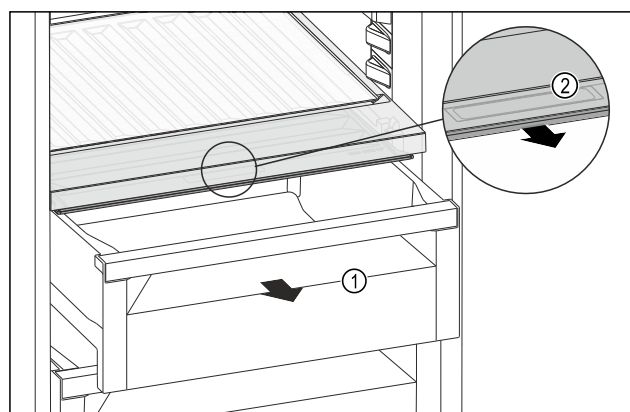

Fig. 186
- Retirer le tiroir Fig. 186 (1).
- Saisir la poignée encastée Fig. 186 (2) du couvercle du compartiment et tirer le couvercle du compartiment par l'avant.